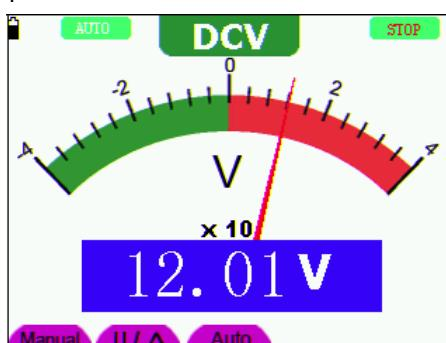

Рисунок 37. Фиксация показания дисплея
- Для фиксации показания дисплея нажмите кнопку **RUN/STOP**, и в верхней правой части экрана появятся буквы **STOP** (см. рисунок 37).